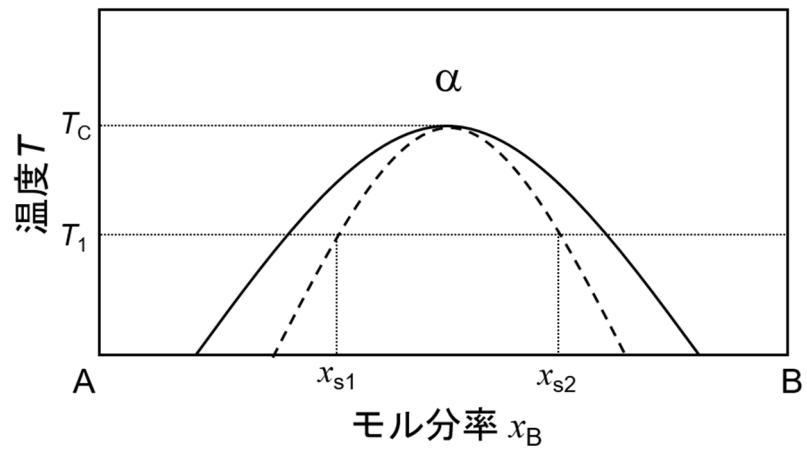

図1
- (1) 図1中の破線をスピノーダル曲線と呼び、 $x_B$ に関する①の二階偏導関数を用いて導出される。スピノーダル曲線を表す $T$ と $x_B$ との関係式を導出せよ。
- (2) 相分離が起こる上限の温度 $T_C$ を、 $\Omega$ および $R$ を用いて示せ。
- (3)  $\Omega = \frac{8}{3}RT_1$ のとき、温度 $T_1$ でスピノーダル分解による相分離が起きる $x_B$ の下限値 $x_{s1}$ および上限値 $x_{s2}$ を求めよ。
- (4) 実線と破線で挟まれた領域と、破線の内側の領域とで起きる相分離過程の違いについて100字程度で説明せよ。